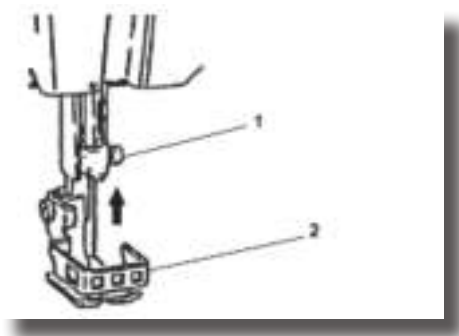

Figura 4
Não ligue a máquina sem usar o protetor de dedos (2) figura 4.
Solte o parafuso (1) como na figura 4.